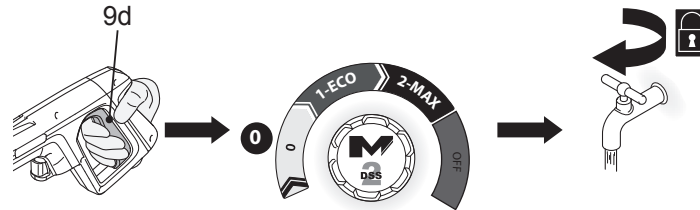

Fig. 22
1. Suelte el gatillo (9d) (Fig. 22).